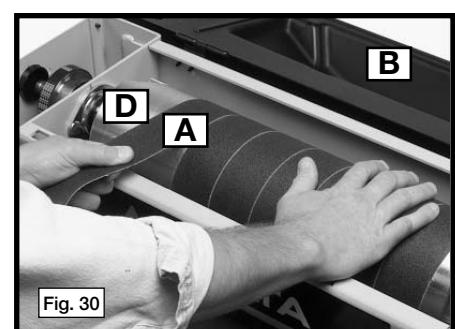

Fig. 30
5. Enrouler la bande abrasive (A), Fig. 30, bien serrée autour du cylindre du tambour (D), de façon à ce que le rebord de la bande se suive de près à chaque tour.